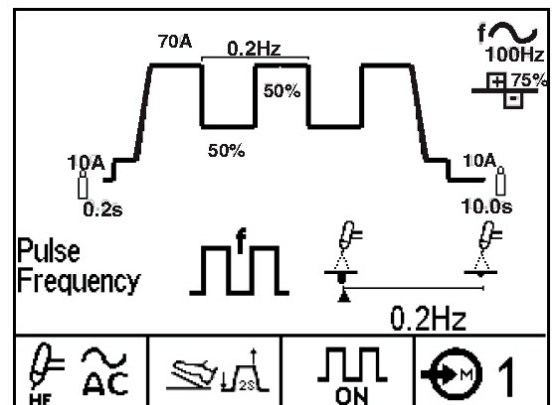

Figure B.4c
- Puls TIG zie Figuur B.4c
2. Het **Lasprocedure diagram** toont de verschillende lasparameters die geselecteerd en ingesteld kunnen worden. Als de drukknop / Encoder kort gedrukt wordt, wordt er een driehoekige indicator zichtbaar die aangeeft welke parameter aangepast kan worden. Somige parameters zoals de AC frequentie hebben een extra icoon in het display wat aangeeft wat het effect van deze parameter heeft op de de lasboog en het lasbad. Als deze parameters aangepast worden beweegt een indicator tussen het minimum en maximum icoon om het relatieve effect van de parameter aan te geven. Zie ook het voorbeeld met Puls Frequentie zoals hierboven in Figuur B.4c. Zie Tabel B.1 voor een overzicht van alle symbolen / iconen.